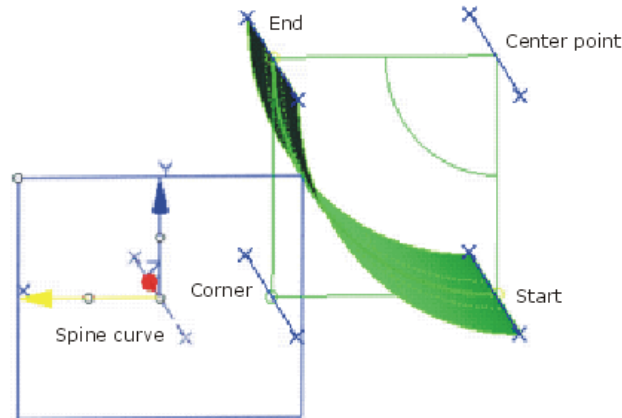

Figura 2.59 Explicación Create Curve.
- **Create Curve:** se crearán curvas a mayores de la de superficie como en la *Figura 2.59*. Estas curvas tienen la forma de las curvas guía y se forman seleccionando: